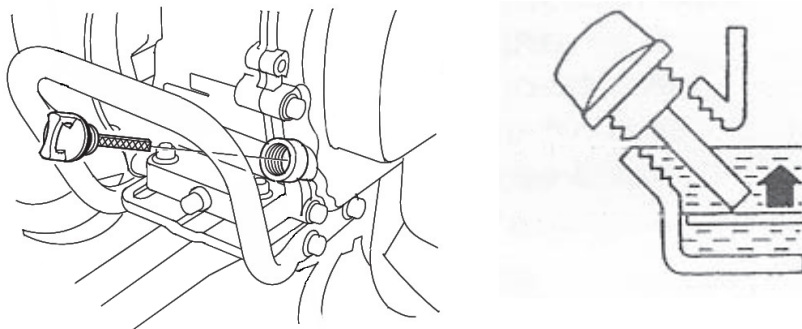

рис.5
Выкрутите пробку-щуп (рис.5) из маслозаливной горловины и залейте в картер масло необходимой марки до нижнего края горловины, как показано на рис.5. Вставьте сухой чистый щуп в горловину картера и выньте его. Проверьте уровень масла: граница смоченной области щупа должна располагаться между отметками минимального и максимального уровней.
- на прогревом до рабочей температуры двигателе выкрутите пробку для слива масла (рис.5 поз.1) в нижней части картера, разместив вспомогательную ёмкость под сливным от-
- залейте масло в горловину, выкрутив пробку-щуп (рис.5) до нижнего края заливного отверстия.